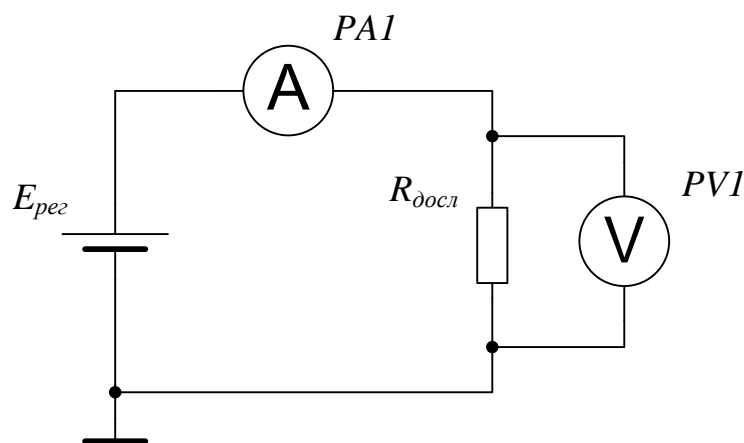
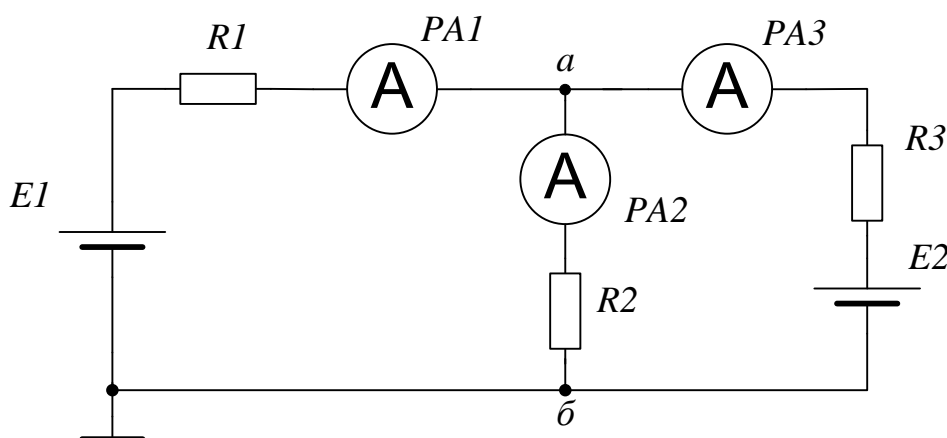

Рисунок 2.1 – Схема електрична принципова для дослідження закону Ома.
Рисунок 2.2 – Схема електрична принципова для перевірки законів Кірхгофа.
1. Перевірка 1-го закону Кірхгофа: Для вузла а (верхній вузол на рис. 2.2) записати рівняння закону Кірхгофа, вважаючи, що всі струми направлені від джерел до вузла (або відповідно до полярності амперметрів). Підставити виміряні значення струмів з урахуванням їх знаків. Обчислити алгебраїчну суму. Результат ( $\Sigma I$ ) має бути близьким до нуля. Приклад рівняння для вузла а (якщо струми  $I_1, I_3$  входять,  $I_2$  виходить):  $I_1 - I_2 + I_3 = \Sigma I \approx 0$ .
2. Схеми електричні принципові досліджуваних кіл (рис. 2.1 та рис. 2.2).